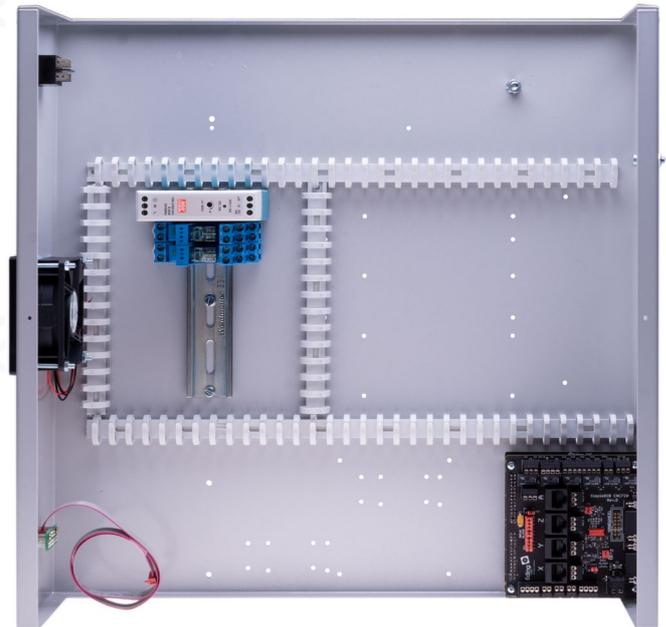

Bild 13: Gehäuse mit Einbauten vor Beginn der Verkabelung
- Setzen Sie das 24 V-Netzteil **7** auf die Tragschiene, wie in Bild 13 gezeigt.
- Setzen Sie die Koppelrelais auf die Tragschiene, wie in Bild 13 gezeigt.